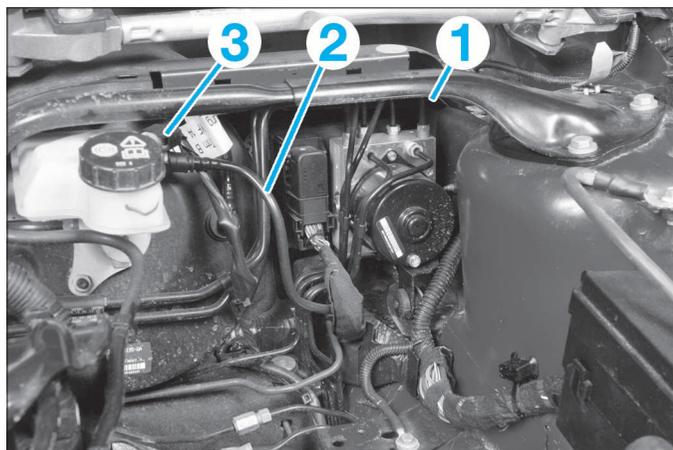

FIG. 20
- le renfort de fixation supérieure (1) de jambe de suspension du tablier (Fig.20).
- la canalisation du maître-cylindre d'embrayage (2).